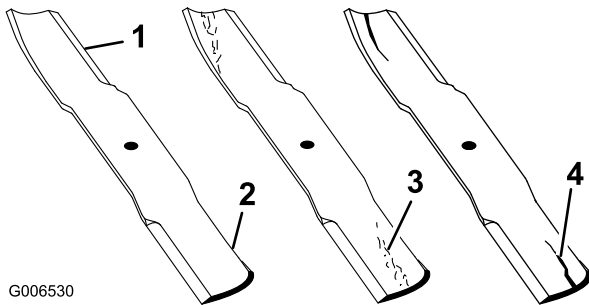

Figura 87
1. Inspeccione los filos de corte (Figura 87). Si los bordes no están afilados o tienen muescas, retire las cuchillas y afílelas. Consulte Afilado de las cuchillas (página 65).
2. Inspeccione las cuchillas, especialmente la parte curva (Figura 87). Si observa daños, desgaste o la formación de una ranura en esta zona (Figura 87), instale inmediatamente una cuchilla nueva.